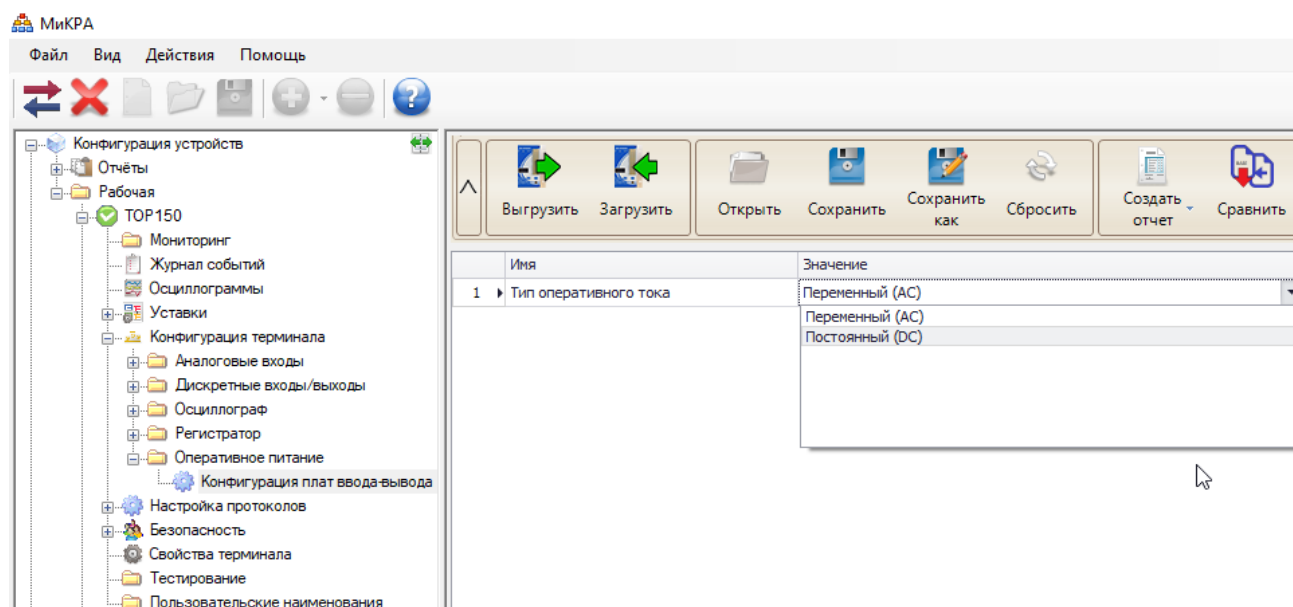

Рисунок 2.1 – Настройка вида оперативного тока
2.2.6.1 Входные дискретные цепи предназначены для работы на постоянном и переменном токе. Вид оперативного тока (постоянный или переменный) задается уставкой «**Оперативное питание**» в меню «Конфигурация терминала/Оперативное питание/Конфигурация плат ввода-вывода» сервисного ПО «МиКРА» (рисунок 2.1). При использовании устройства на объектах с выпрямленным оперативным током без сглаживания следует выбирать уставкой вид оперативного тока «**Переменный**». Номинальное значение напряжения входных сигналов в зависимости от исполнения составляет 110 В или 220 В постоянного или переменного тока (иное определяется при заказе устройства).